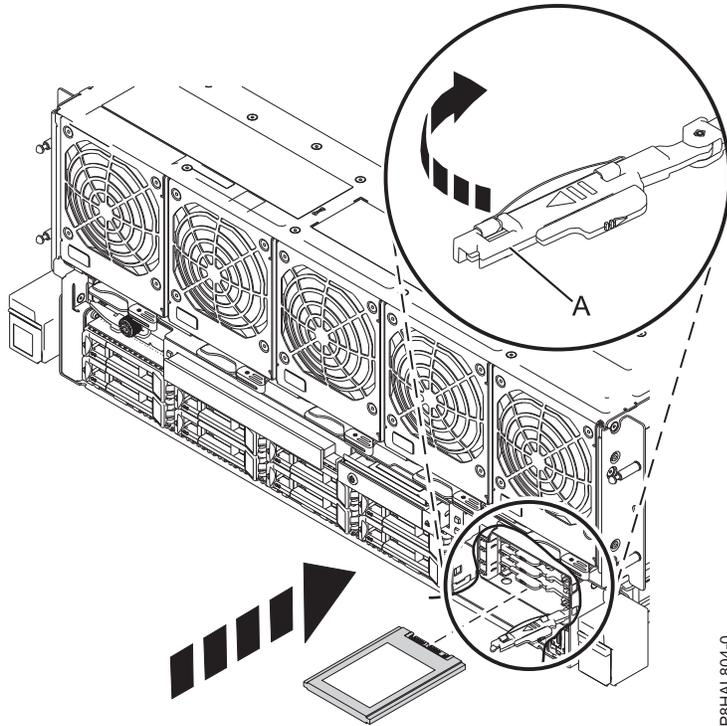

Figure 5. Installation d'une unité SSD dans un système à 8408-44E ou 8408-E8E
3. Avec la poignée de la baie d'unité SSD (**A**) en position déverrouillée, tirez le levier vers l'extérieur pour accéder aux rails de guidage de l'emplacement SSD. Maintenez l'unité SSD par le dessous tout en l'alignant avec les rails de guidage de l'emplacement SSD. Pour plus d'informations, voir figure 5, à la page 11.
4. Faites glisser l'unité SSD dans le système jusqu'à ce qu'elle soit en place, puis verrouillez-la en faisant tourner la poignée de la baie (**A**) dans la direction indiquée. Voir figure 5, à la page 11.